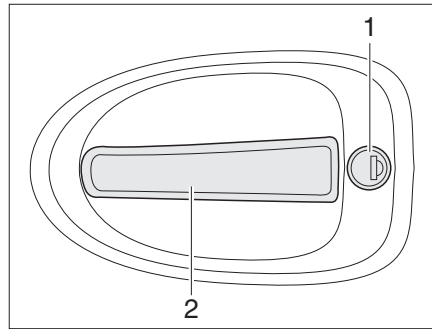

Fig. 43 Cerradura de la puerta del conductor, en el exterior
- Introducir la llave en el cilindro de cierre (Fig. 43,1) y girarla hasta que esté desbloqueada la cerradura de la puerta.
- Tirar del tirador de la puerta (Fig. 43,2). La puerta está abierta.
- Introducir la llave en el cilindro de cierre (Fig. 43,1) y girarla hasta que esté bloqueada la cerradura de la puerta.